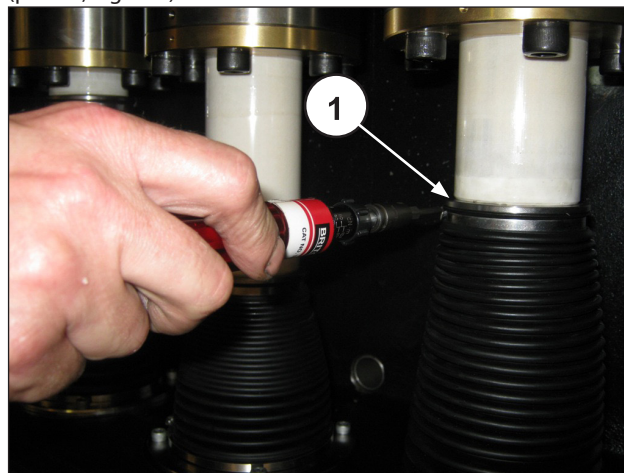

Fig. 163
Antes de colocar el fuelle en la protección contra las salpicaduras y de apretar la abrazadera que fija el fuelle a la protección, es necesario montar la cabeza y **fijar el pistón** (pos. ①, Fig. 163).